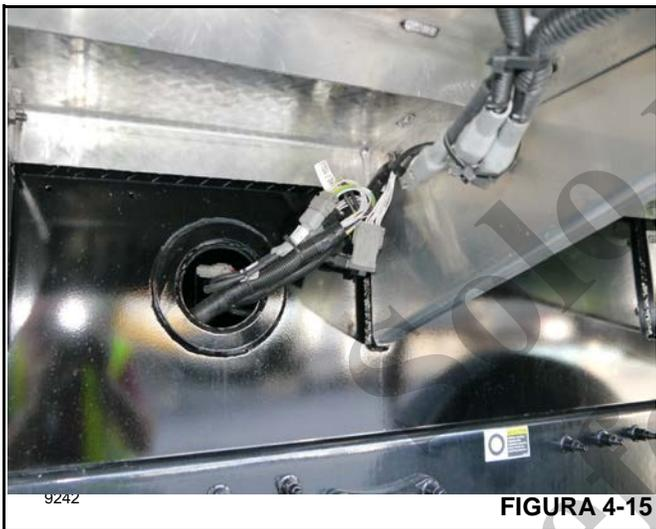

FIGURA 4-15
2. Un módulo de interbloqueo del elevador aéreo se encuentra dentro de la caja de torsión cerca de los controladores de estabilizadores en el lado del pasajero (consulte la Figura 4-15).